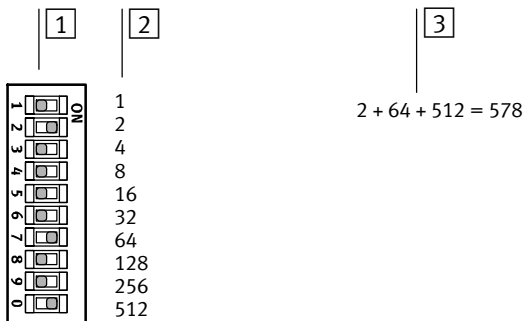

Fig. 2/2: 10-polig DIL-omkopplare för inställning av PROFIsafe-adress – binärt kodad
3. Ställ in PROFIsafe-adressen med binär kodning via den 10-poliga DIL-omkopplaren → Fig. 2/2.